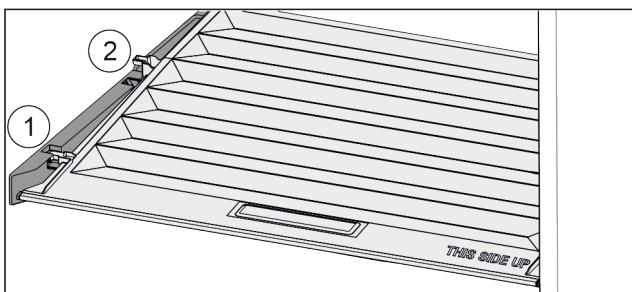

Fig. 83
- Потянуть крышку до отверстия в поддерживающих деталях вперед Fig. 83 (1).
► Поднять сзади снизу и извлечь Fig. 83 (2) движением верх.